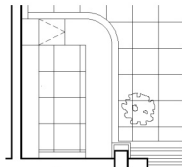

图 4.82 使用【徒手绘图】命令绘制配景
- (5) 绘制完一段花后单击, 此时命令行提示<笔 提>, 表示“画笔”抬起, 这时可以将光标移到其他位置, 由于处于“提笔”状态, 所以 AutoCAD 并不记录这段光标的轨迹。
- (6) 按 Enter 键结束命令, 结果绘制的绿线变为当前层的颜色, 结果如图 4.82 所示。